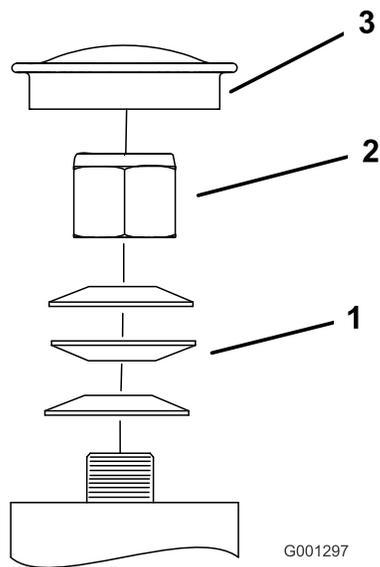

Figura 59
- Togliete lo scodellino parapolvere dalla ruota orientabile e serrate il dado di bloccaggio (Figura 59).
- Serrate il dado di bloccaggio finché le rondelle elastiche non sono piatte, quindi allentate di un quarto di giro per mettere a punto il precarico sui cuscinetti (Figura 59).
**Importante:** Verificate che le rondelle elastiche siano correttamente montate, come riportato nella Figura 59.
- Montate gli scodellini parapolvere (Figura 59).